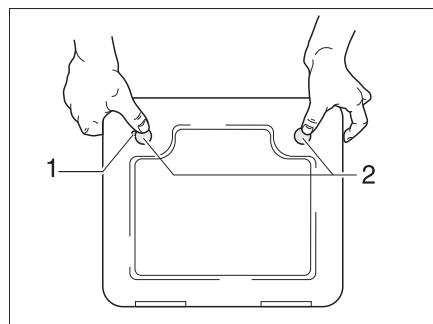

Bild 299 Lucka för toalett-kassetten
- Öppna luckan till kassetten på fordonets utsida. Stick för detta in nyckeln i låscylindern i trycklåset (Bild 299,1) och vrid den ett kvarts varv.
- Tryck samtidigt in de två trycklåsen (Bild 299,2) med tummarna och öppna luckan för kassetten.